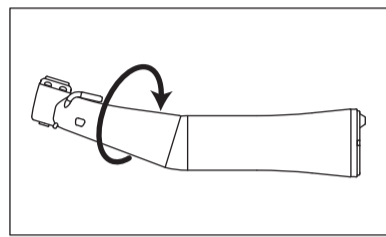

図7
- 3) シャンクを押さえながらヘッドを矢印方向に回します。(図7)